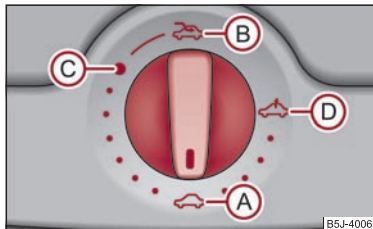

Abb. 33 Ausschnitt des Dachhimmels: Drehschalter für das elektrische Schiebe-/Ausstelldach
Das Schiebe-/Ausstelldach wird mit dem Drehschalter → Seite 44, Abb. 33 bedient und funktioniert nur bei eingeschalteter Zündung. Der Drehschalter hat mehrere Stellungen.
- Drehen Sie den Schalter in Stellung **C** → Seite 44, Abb. 33.
- Drehen Sie den Schalter in Stellung **A** → Seite 44, Abb. 33.
Das Schiebe-/Ausstelldach ist mit einer Kraftbegrenzung ausgestattet. Wenn ein Hindernis (z. B. Eis) das Schließen verhindert, stoppt das Schiebe-/Ausstelldach und öffnet vollständig. Das Schiebe-/Ausstelldach können Sie ohne Kraftbegrenzung vollständig schließen, wenn Sie den Schalter in Stellung **A** → Seite 44, Abb. 33 vorn so lange drücken, bis das Schiebe-/Ausstelldach vollständig geschlossen ist ⇒ .
schalter in die Schalterstellung ① bringen ⇒ Seite 44, Abb. 33 und etwa